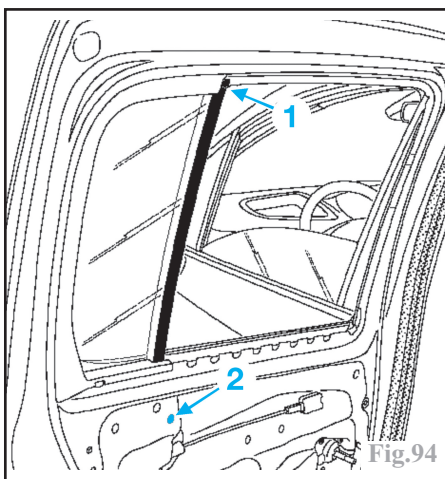

Fig.94
- Percer les rivets (1) et (2) du joint de coulisse du montant, à l'aide d'un forêt de Ø 5 mm (Fig.94).
- lors de la repose du joint de coulisse du montant fixe, respecter l'ordre de pose de ses rivets (Fig.94).